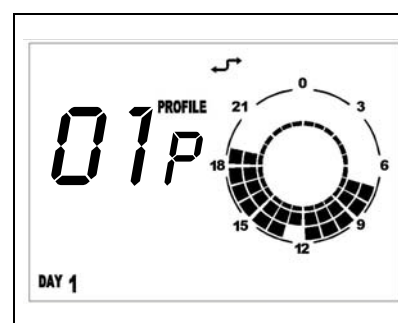

Figura 3
- Sul display in alto a destra comparirà la scritta **PROFILE** e il numero del profilo selezionato lampeggiante (Figura 3).